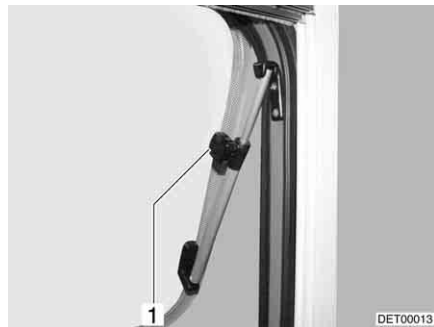

Fig. 94 Finestra apribile con deflettore a rotazione
- Aprire la finestra apribile fino alla posizione desiderata e fissarla mediante il pomello zigrinato (Fig. 94,1).
- Ruotare il pomello zigrinato (Fig. 94,1) fino a che l'arresto viene sbloccato.